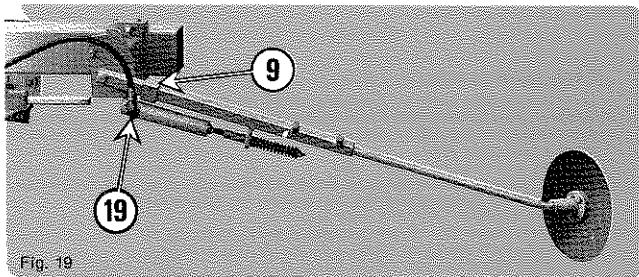

Fig. 19
- modèle hydraulique pour châssis 3 m (fig. 19) (livré en option)
- hydraulic model for 3 m frame (fig. 19) - optional -